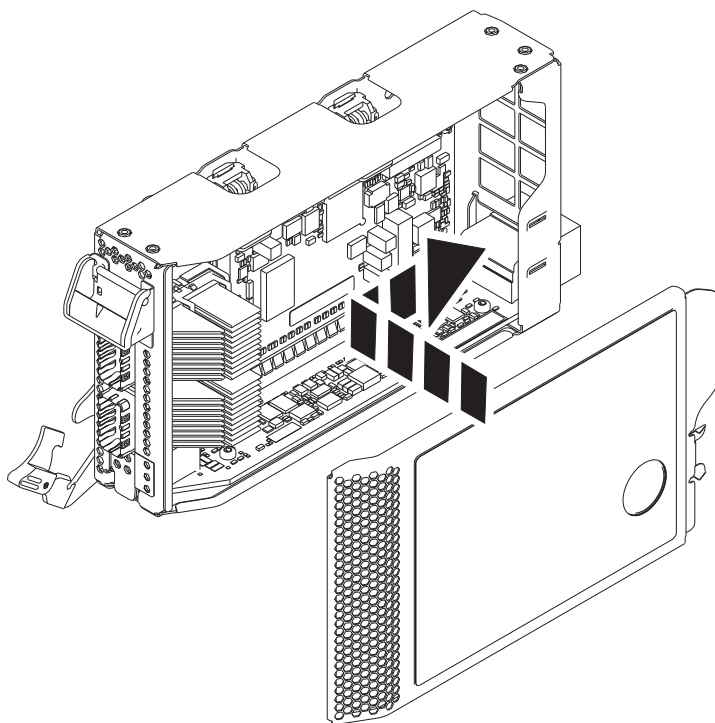

Figura 20. Substitució de la coberta del casset de l'adaptador PCIe
- a. Alineu i desplaçeu la coberta del casset perquè quedi a la seva posició al casset tal com es mostra a la Figura 20.